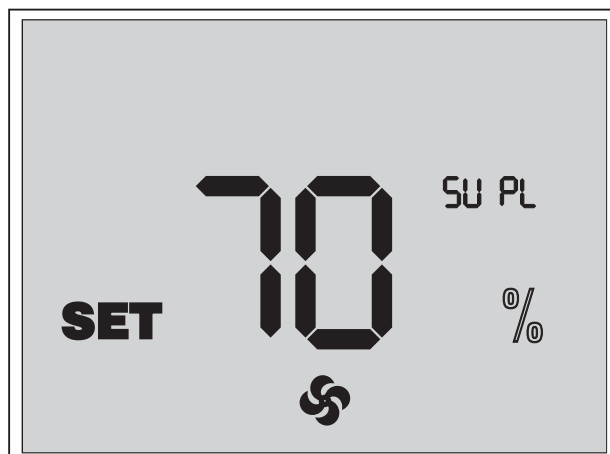

Рис. 12. Настройка скорости вентиляторов
- Для изменения мощности приточного вентилятора нажмите и удерживайте кнопку и нажимайте кнопку для увеличения или кнопку для уменьшения мощности. Каждое нажатие кнопки и увеличивает или уменьшает мощность приточного вентилятора на 1 %. При нажатой кнопке индикаторы дисплея отображают текущую мощность приточного вентилятора (рис. 12).